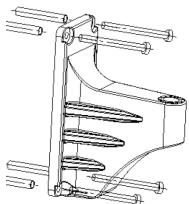

Fig. 1
- Приложите монтажный кронштейн в качестве шаблона, отметьте положение каждого и просверлите четыре отверстия в стене (Рис. 1)
- Прикрутите кронштейн четырьмя саморезами должным образом (Рис. 1)